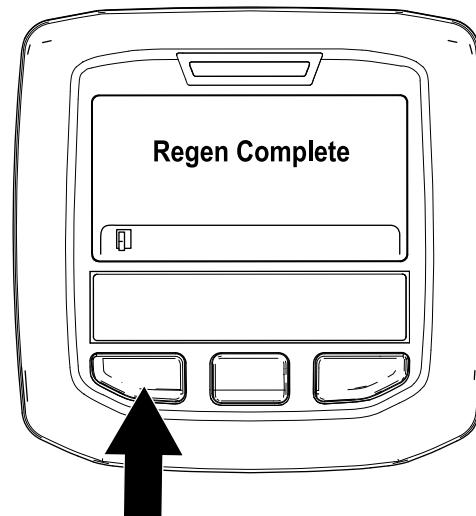

Bild 56
9. Die geparkte Regenerierung ist abgeschlossen, wenn die Meldung „Regen. Complete“ im InfoCenter angezeigt wird. Drücken Sie die linke Taste, um den Homebildschirm anzuzeigen (Bild 56).